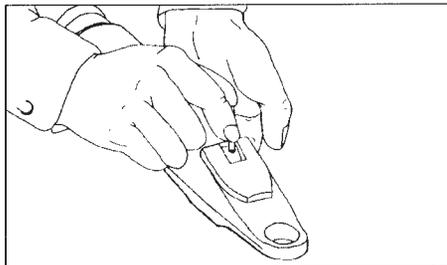

Figure 2 / Abb. 2
- Apply a small amount of sample using the plastic dipstick provided (do not use a wooden or a steel dipstick) (Fig. 2).
- Geringe Probemenge mittels mitgeliefertem Plastikstab auftragen (keinen Holz- oder Stahlstab verwenden (Abb. 2).